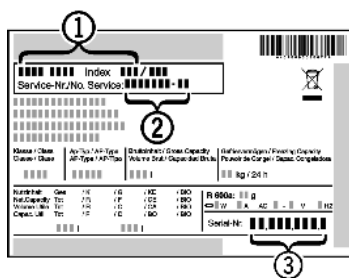

Fig. 9
- ▶ Apparaataanduiding Fig. 9 (1), service-nr. Fig. 9 (2) en serie-nr. Fig. 9 (3) van het typeplaatje aflezen. Het typeplaatje bevindt zich aan de linkerkant binnen in het apparaat.
- ▶ Contact opnemen met de Technische Dienst en het probleem, apparaataanduiding Fig. 9 (1), service-nr. Fig. 9 (2) en serie-nr. Fig. 9 (3) mededelen.